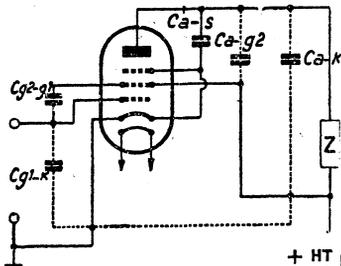

Fig. 2. — Capacités internes d'une pentode.
b) *Cas d'un tube pentode* : Les capacités interélectrodes sont données par la figure 2. On voit que la capacité pla-